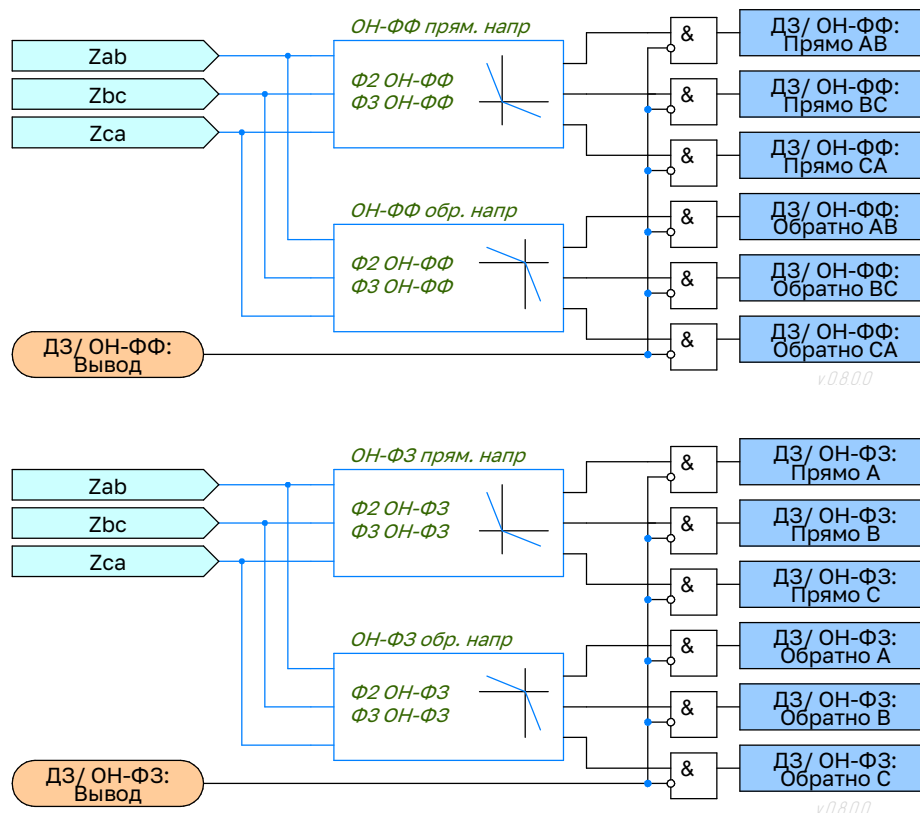

Рисунок 1.3 – Функциональная схема логики отстройки от нагрузочного режима для контуров ФФ и ФЗ
1.2.1.13 Выполнение функций направленного РС обеспечивается совместным использованием ненаправленного РС и органов направленности (ОН). Орган направленности представляет собой два отрезка, исходящие из начала координат и расположенные во втором и четвёртом квадрантах. Вид характеристики (см. рис. 1.3) определяется углами  $\varphi_2$  и  $\varphi_3$  наклона этих отрезков, отсчитываемых относительно оси  $R$ . Углы наклона характеристики задаются уставками «Ф2 ОН-ФФ(Ф3)» и «Ф3 ОН-ФФ(Ф3)». Уставки органов направленности являются общими для всех ступеней, задаются отдельно для контуров «фаза-фаза» и «фаза-земля». Углы наклона в устройстве задаются для прямонаправленного ОН, а характеристика обратногонаправленного ОН симметрична характеристике прямонаправленного ОН с поворотом на 180 градусов.